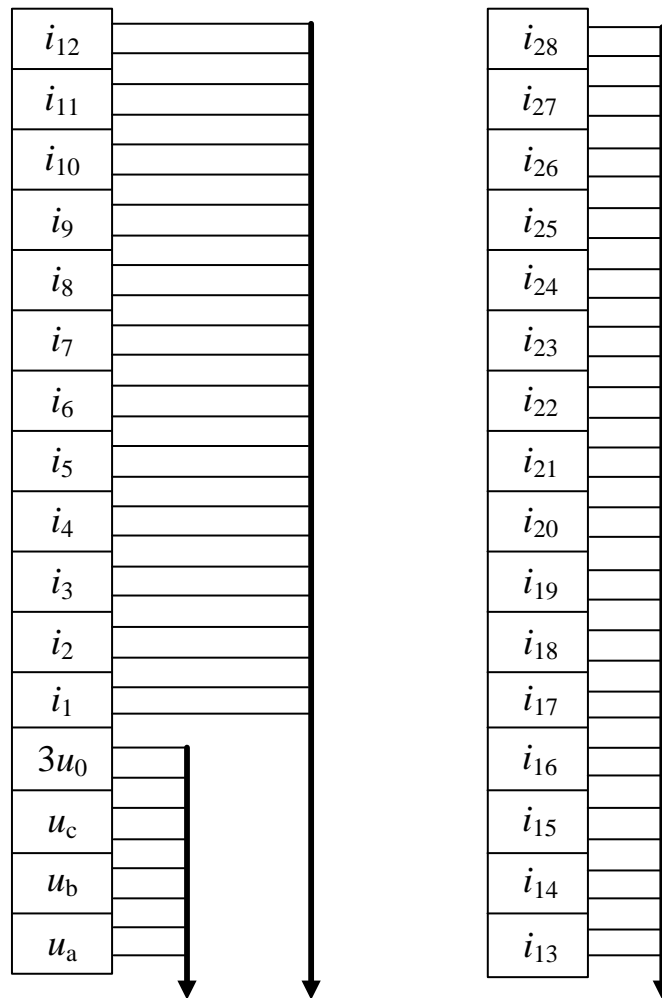

Рис. 19. Під'єднання зовнішніх аналогових кіл до клемника Пристрою
8.3. Виконати під'єднання Пристрою (у варіанті захисту від ОЗЗ) до трансформаторів струму нульової послідовності приєднань та трансформатора напруги. Під'єднання необхідно виконати за допомогою клемників, розміщених в середині Пристрою. Клемники розташовані на DIN-рейці (див. рис. 19). Під'єднання виконати мідним кабелем перерізом не менше $1,5 \text{ мм}^2$. Кабелі від трансформаторів струму та трансформатора напруги підвести в середину Пристрою через кабельний ввід.